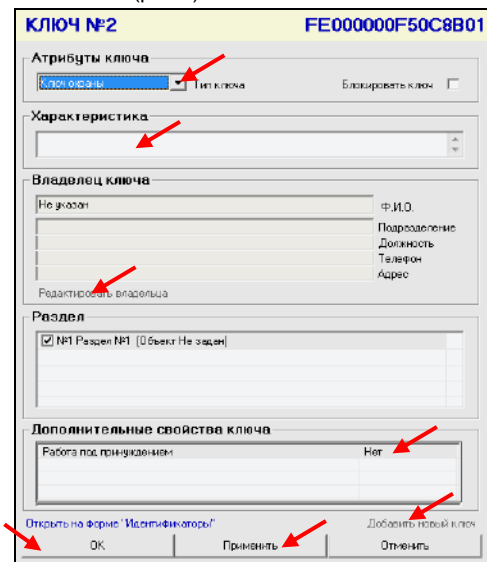

Рис.4 Окно «Ключ №...»
Каждому идентификатору присваивается свой индивидуальный код. Система проверит наличие идентификатора с таким же кодом, и если он отсутствует, то система откроет форму нового ключа (рис.4).
6. В окне «Ключ №...» (рис.4) выберите тип ключа, введите характеристику, назначьте владельца ключа (нажмите «Редактировать владельца»), дополнительные свойства ключа и др. Раздел выбирается автоматически, т.к. в приборе «Кварц Л» имеется один ШС (зона), находящийся в разделе №1.
5. В открывшемся окне формы ключа «Ключ №...» (рис.4) выберите тип ключа, характеристику, дополнительные свойства ключа и др.